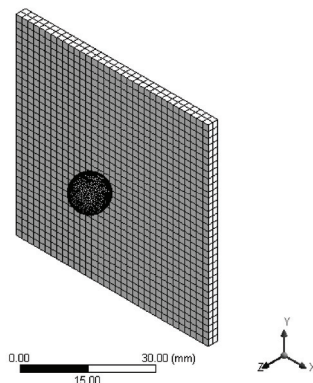

图 15-11 网格模型
2) 在 Outline 树结构图中的 Mesh 选项单击鼠标右键, 在弹出的快捷菜单中选择 Generate Mesh, 生成网格最终的效果如图 15-11 所示。